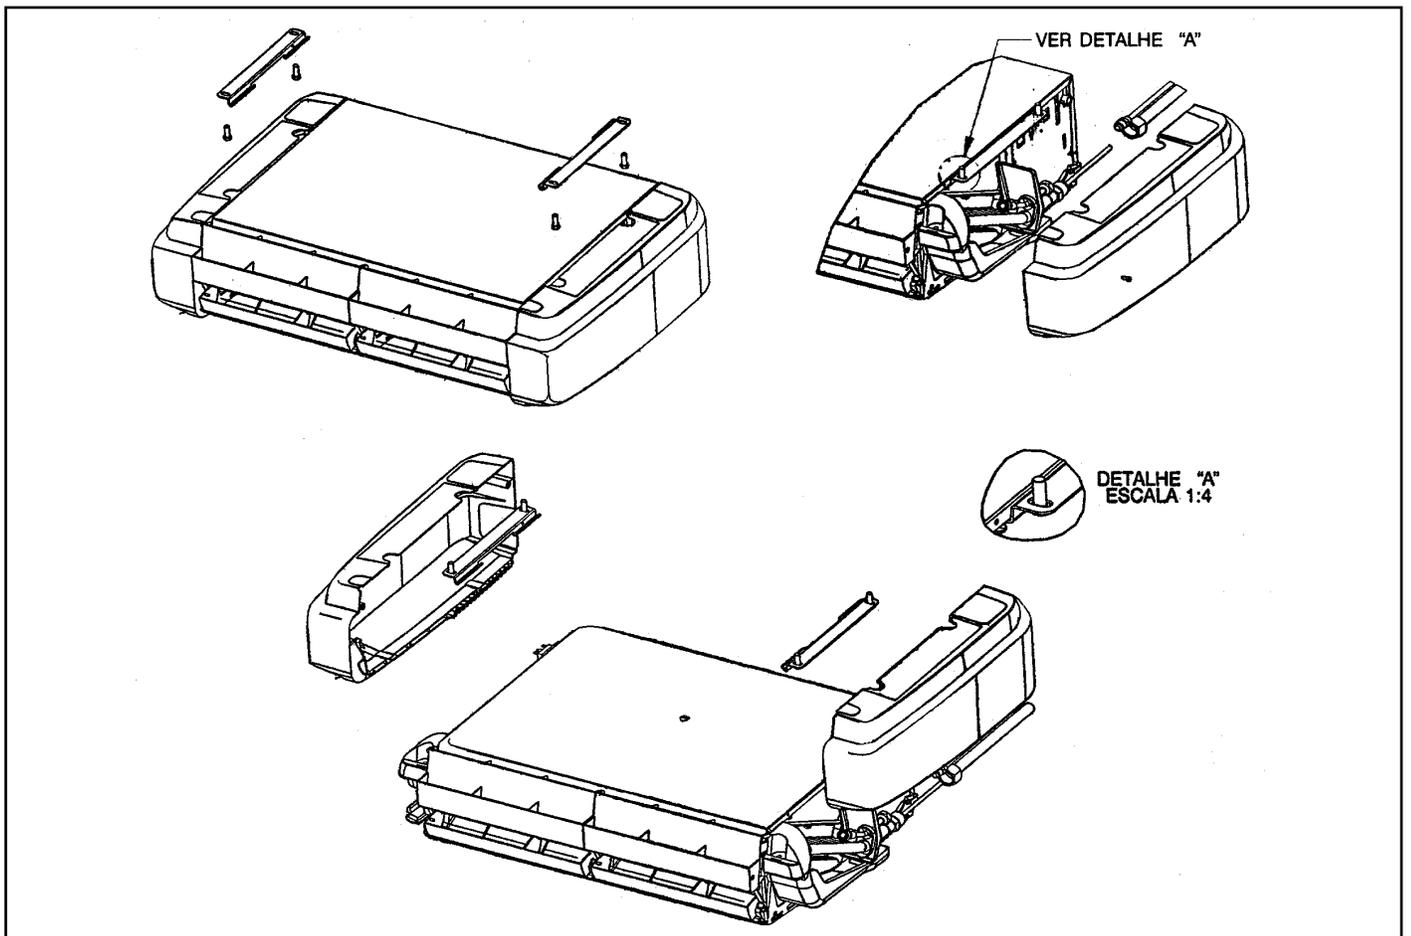

FIGURA 10 - MONTAGEM DO SUPORTE DE FIXAÇÃO
- Instale os suportes de fixação (figura 10) no teto através do uso dos parafusos de montagem, porcas e arruelas.